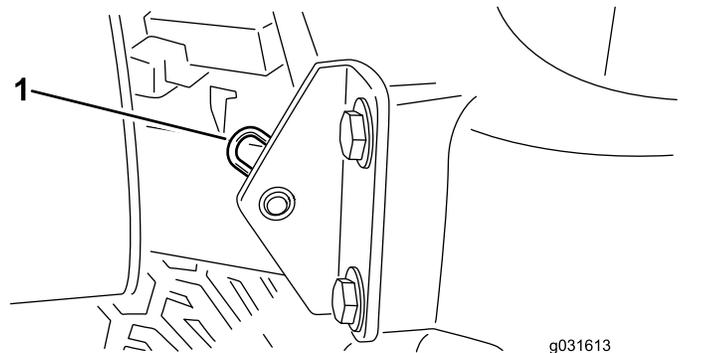

図 30
- フードのピボット部をブラケットに固定しているヘアピンコッターを抜き取る **図 30**。